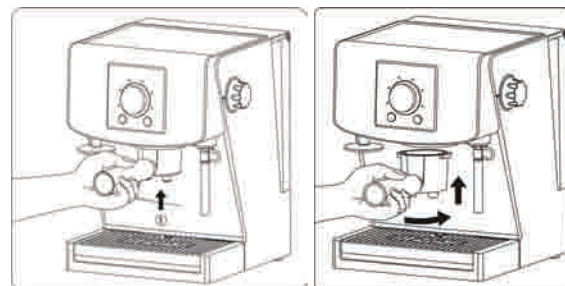

Рис. 3
6.1.3. Монтирайте празна дръжка на филтъра (6) в глава за запарване (4), като я въртите решително надясно (Рис. 3).
- 8.10. Прикрепете дръжка на филтъра (6) в глава за запарване (4), като въртите решително надясно (Рис. 3).
- 9.10. Прикрепете дръжка на филтъра (6) в глава за запарване (4), като въртите решително надясно (Рис. 3).